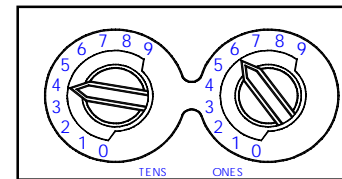

Figura 3. Selettori di Indirizzo Rotanti a Decadi
- Impostare l'indirizzo del sensore (vedi Figura 3) ruotando con un cacciavite i 2 selettori e scegliendo l'indirizzo desiderato tra 01 e 99. Scrivere l'indirizzo scelto sull'apposita etichetta posta sulla base.